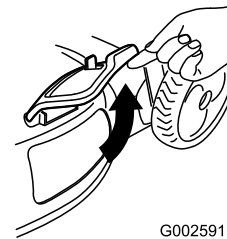

Figura 24
2. Levante la puerta de descarga lateral (Figura 24).